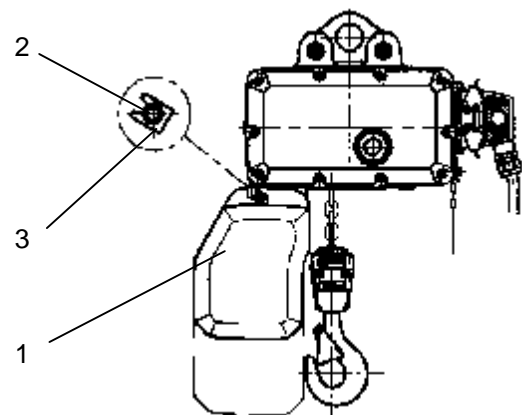

Bild 7
Vor Inbetriebnahme des Kettenzuges ist der Kettenspeicher, s. **Bild 7 (1)** anzuhängen. Dabei wird der Bolzen (2) in die vorgesehenen Bohrungen am Behälter und am Gehäuse gesteckt und beidseitig an den Nuten mit den Sicherungsklammern (3) arretiert.